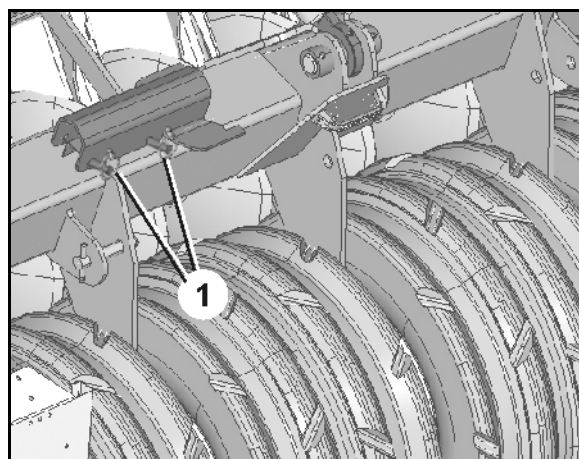

Fig. 32
2. După lucrare: demontați opritorul de la cilindrul hidraulic și fixați-l în poziția de parcare cu bolțul și șplintul (Fig. 32/1).